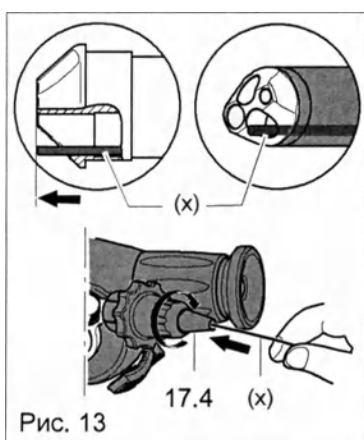

Рис. 13
- ◆ лазерный световод (x) расположен дистально заподлицо с концом фиброскопа (см. Рис. 13)